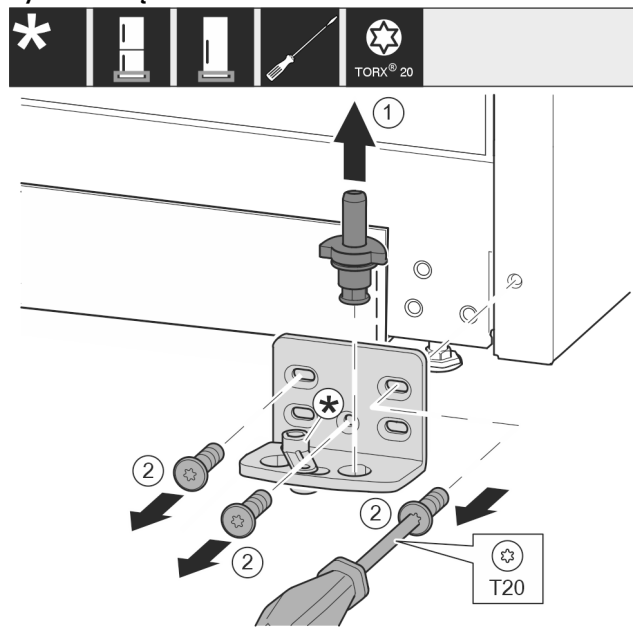

Fig. 10
- ▶ Kompletną płytkę zawiasu wyjąć w górę. Fig. 10 (1)
- ▶ Śruby wykręcić przy pomocy śrubokręta T20 i zdjąć płytkę zawiasu. Fig. 10 (2)